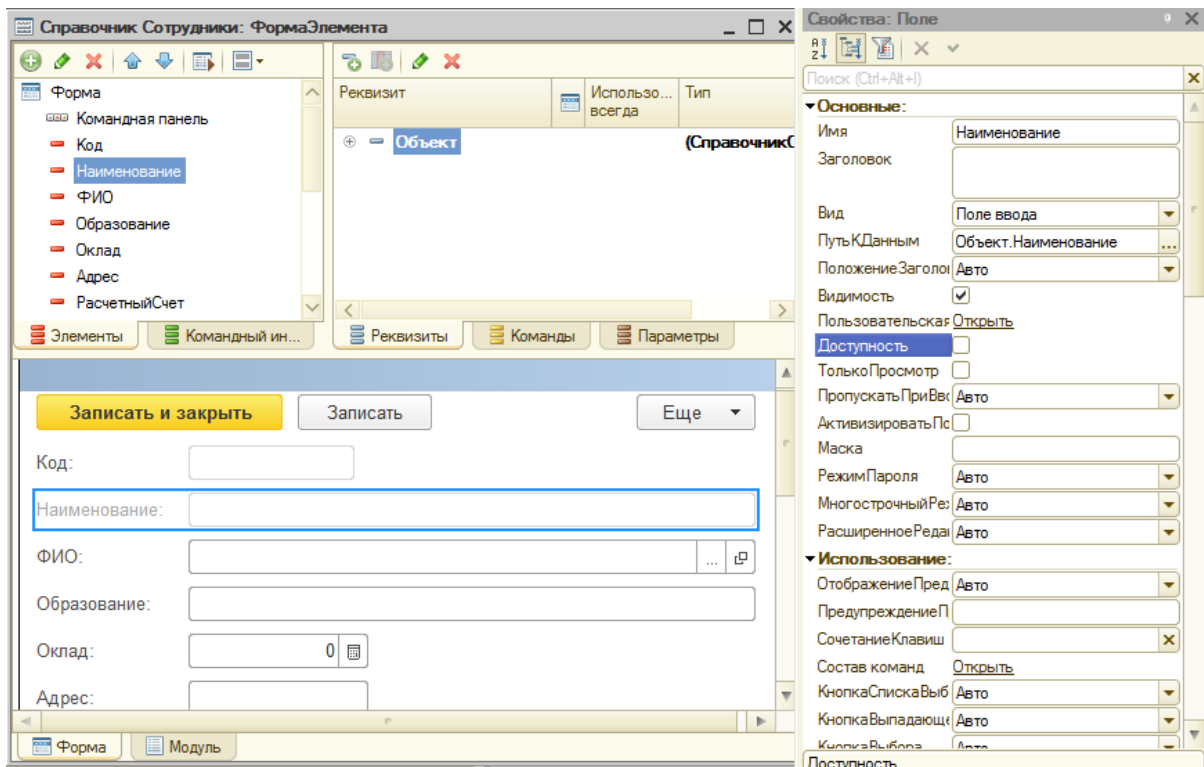

Рисунок 10.4 - Настройка формы элемента справочника Сотрудники
4. Мы хотели бы, чтобы наименование сотрудника в данном справочнике формировалось бы автоматически и состояло бы из ФИО физического лица и подразделения, в котором работает сотрудник. Создадим форму элемента справочника и, для элемента формы **Наименование**, снимем флаг **Доступность**, Рисунок 10.4.